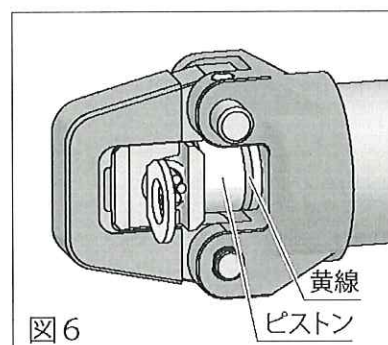

図6
8. 更に作動スイッチを操作し、端子（スリーブ）が圧着され圧力規制装置が作動（音が変わる）するまで操作してください。このときピストンロッド部の圧着完了ライン（黄線）が完全に見えていることを確認してください。見えていれば圧着は正常におこなわれ、これで圧着完了です。（図6）